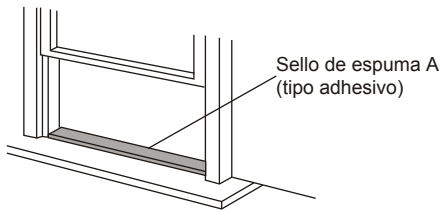

Imagen 8
1. Corte el sello de espuma (tipo adhesivo) en un tamaño correcto y adjúntelo al cobertor de la ventana. Imagen 8